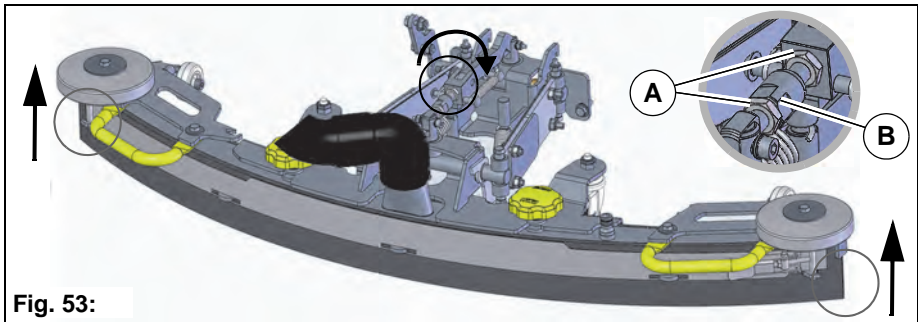

Fig. 53:
2. Løsne kontramuttere **Fig. 53-A** og still inn sugefoten gjennom å dreie på innstillingshylsen **Fig. 53-B** slik at endene på tetningslistene akkurat fortsatt har bakkekontakt.
Avstand tetningslist til bakke blir større på endene **Fig. 53**.